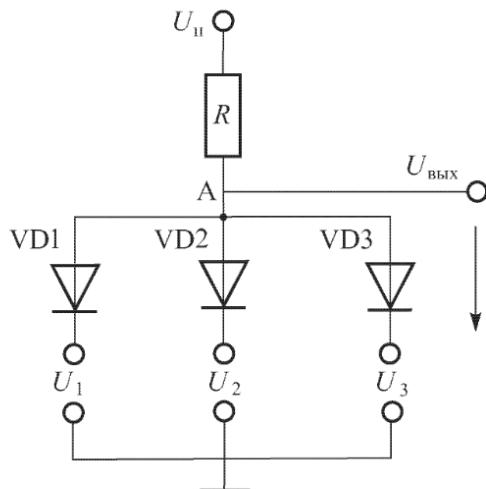
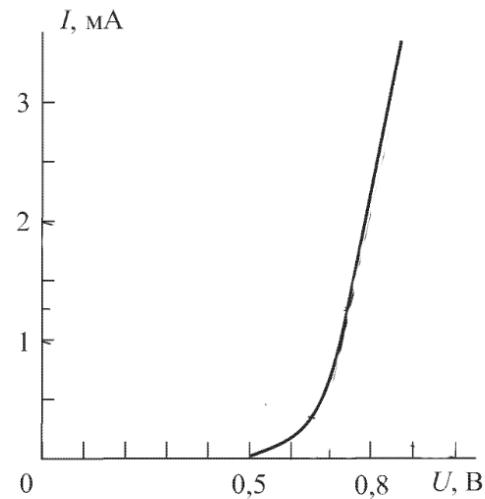

Рис. 1.6 Схема включения диодов
Рис. 1.7. Вольт-амперная характеристика BAX
**Задача 1.2.1.** В схеме, изображенной на рис. 1.6,  $U_{\text{п}} = 2,2 \text{ В}$ ;  $R = 500 \Omega$ ;  $U_1 = U_2 = 0,2 \text{ В}$ ;  $U_3 = 1,2 \text{ В}$ . Вольт-амперная характеристика диодов приведена на рис. 1.7. Определить токи через диоды и напряжение на выходе  $U_{\text{вых}}$ . Определить дифференциальное сопротивление диодов  $R_{\text{диф}}$  и сопротивление по постоянному току  $R_{\text{п}}$ .